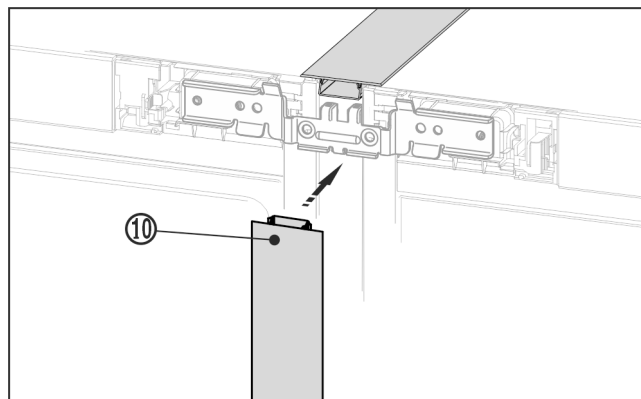

Fig. 22 *
- Na prednej strane zatlačte do vertikálnej medzery dlhú kryciu líštu Fig. 22 (10). Dbajte na to, aby líšta spočívala na spojovacom plechu.*